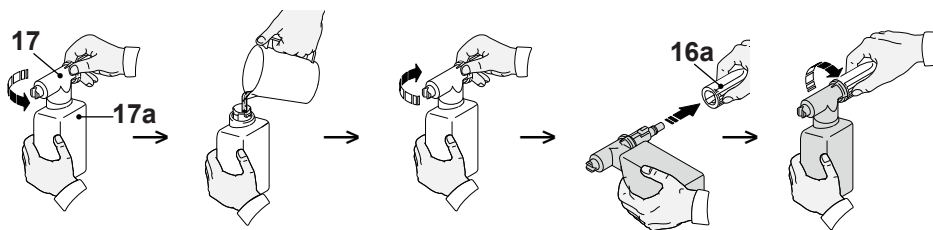

Fig. 11
1. Retire el tapón (17) del depósito de detergente (17a) girándolo en sentido contrario al de las agujas del reloj.
3. Vuelva a instalar el depósito (17a) en la boquilla de aplicación de detergente (17).
4. Conecte de manera segura la boquilla de aplicación de detergente (16a) a la pistola de alta presión (16) girándola en el sentido de las agujas del reloj hasta bloquearla en su sitio (Fig. 11).